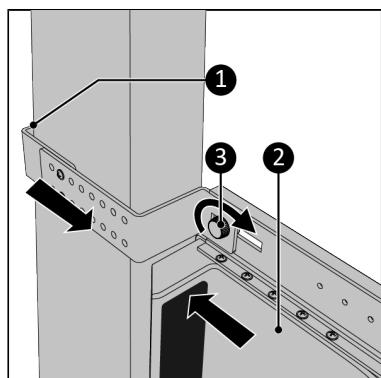

Abbildung 115.
9. Drücken Sie den Way-out fest gegen den Fensterrahmen (Abbildung 115, Pos 2).
10. Ziehen Sie die Halterung so weit wie möglich zu sich heran (Abbildung 115, Pos 1) sodass diese richtig klemmt.
11. Ziehen Sie die Schraubkappe (Abbildung 115, Pos. 3) fest.